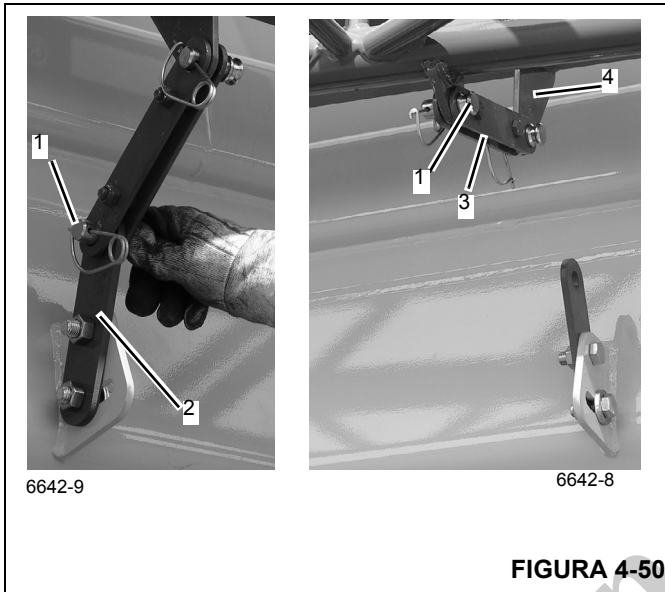

FIGURA 4-50
14. Se a seção de 7 m (23 pés) de duas seções não foi usada, remova o pino (1, Figura 4-50, foto 6642-9) da barra de trava da seção da base (2). Mova a barra de trava (3, Figura 4-50, foto 6642-8) para a seção (4) de 7 m (23 pés) e instale o pino (1). Fixe com o pino de retenção.